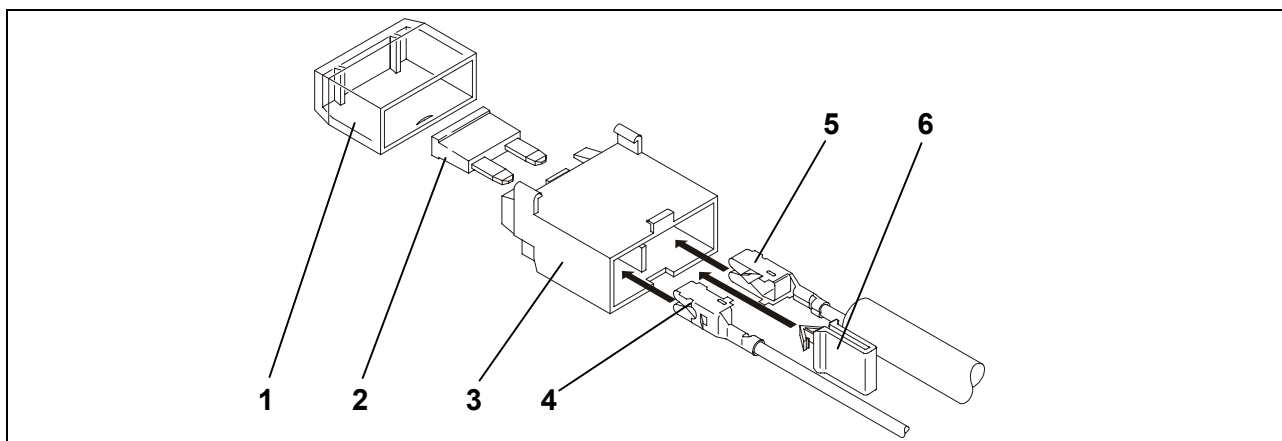

Fig. 2. : Montage du porte-fusibles
21. Insérer le contact femelle du fil rouge (Fig. 2/5) du conducteur de fils et du fil rouge joint (Fig. 2/2) dans le porte-fusibles.
22. Mettre en place le clip jaune (Fig. 2/6).
24. Installer le fusible (Fig. 2/2) et remettre le revêtement (Fig. 2/1) en place.